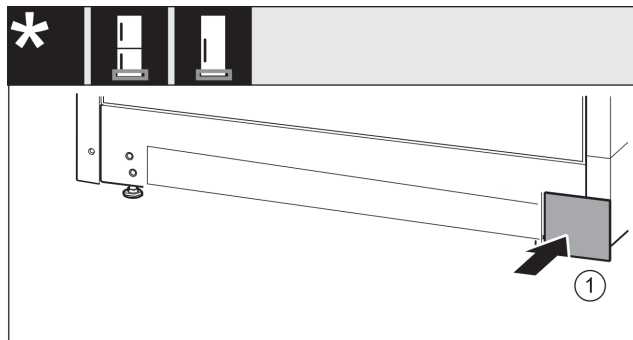

Fig. 18
- Sätt tillbaka skyddet Fig. 18 (1) på den andra sidan.